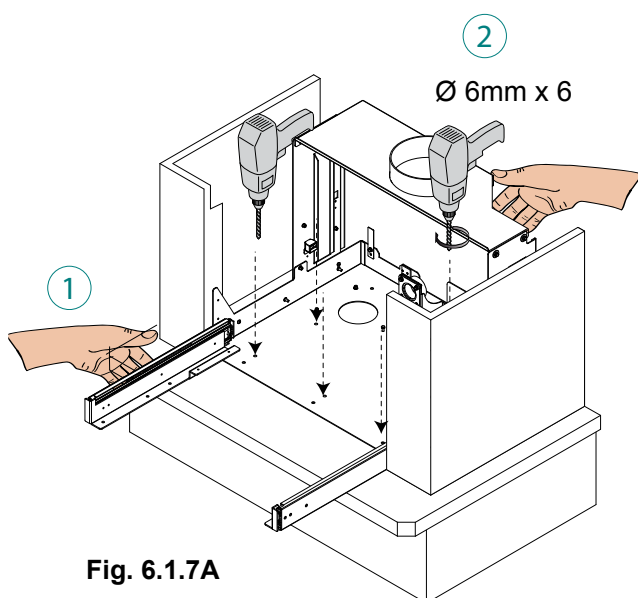

Fig. 6.1.7A
8. Poser la base sur le plan de la cheminée (1), tracer et effectuer 4 trous de  $\text{Ø } 6$  pour la fixation (2) - utiliser la base comme gabarit - puis percer avec un foret de 6 mm de diamètre (Fig. 6.1.7A)